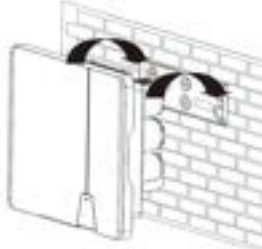
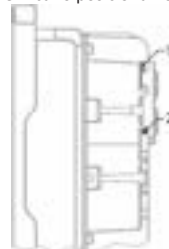

Fig. 6: Engatar o inversor no suporte de parede
Fig. 8.2: Fixar o inversor
- 2 Pendurar o dispositivo na placa de montagem (ver Fig. 6 e Fig. 8.2 – Pos 1.) e verificar o posicionamento seguro.
- 3 Montar os parafusos fornecidos (2x M5x14 mm) em ambos os lados para impedir a remoção do dispositivo dos furos (Fig. 8.2 – Pos 2.).
2 Ligar o conector CC aos pares nos conectores de ligação CC positivo e CC negativo (ver Fig. 8.2)